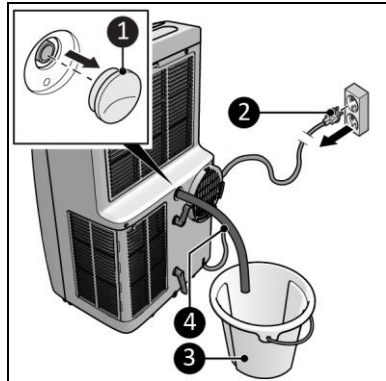

Afbeelding 13
7. Steek de stekker (Afbeelding 13, pos. 1) in een geaard stopcontact waar u eenvoudig bij kunt. Gebruik een geaard stopcontact met een minimumvermogen van 1800 watt.